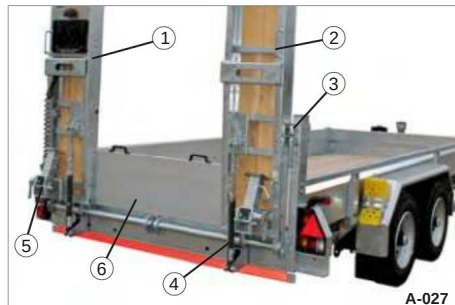

Fig. 29 Adgangsramper i ét stykke
• Fold de foldbare støtter (Fig. 29/5) - se side 79 eller 101.
• Fjern om nødvendigt stikkontakten (fig. 29/6).
• Frigør adgangsrampene (fig. 29/1) - se side 108.